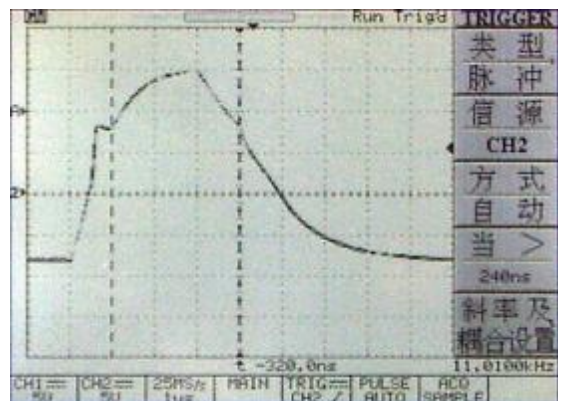

图9b
驱动器具有上下管IGBT的门极驱动信号强制同步功能,无论是正常工作还是故障保护时的软关断,驱动器均能提供误差 $<20ns$ (误差受上下管门极电阻 R_g 的精度误差限制)的信号同步。(见图9b)
■ “串连同步”电路确保串联使用的二个 IGBT 门极驱动信号能够同步工作。无论是正常工作还是故障保护时的软关断，串联同步电路均能提供误差 $<20ns$ 的同步信号，同时还具有单管过压开通功能，从而确保 IGBT 串连使用安全可靠。（见图 9b）